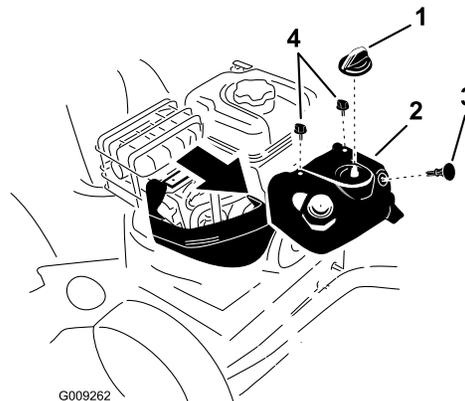

Figura 55
Nota: Per accedere alla candela, rimuovete prima il cofano superiore (Figura 55).
1. Rimuovete la manopola dello starter e la chiave di accensione (Figura 55).
2. Togliete le 2 viti che fissano il cofano superiore allo spazzaneve (Figura 55).